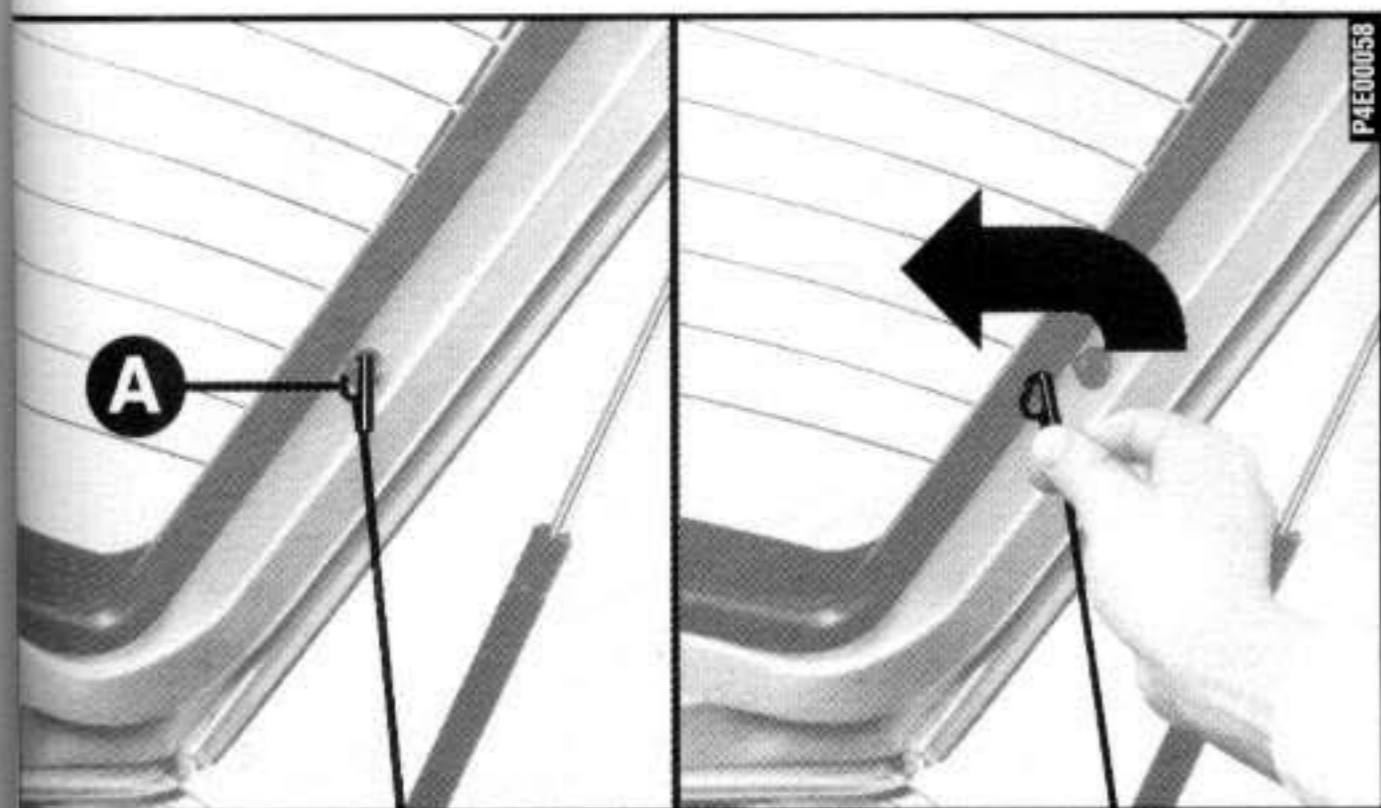

fig. 70
1) soltar as extremidades superiores **A**-fig. 70 dos dois tirantes, desenfiando as argolas dos pinos.